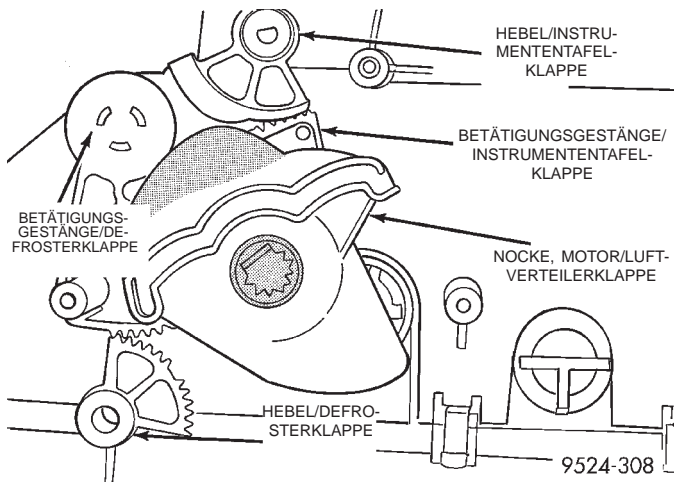
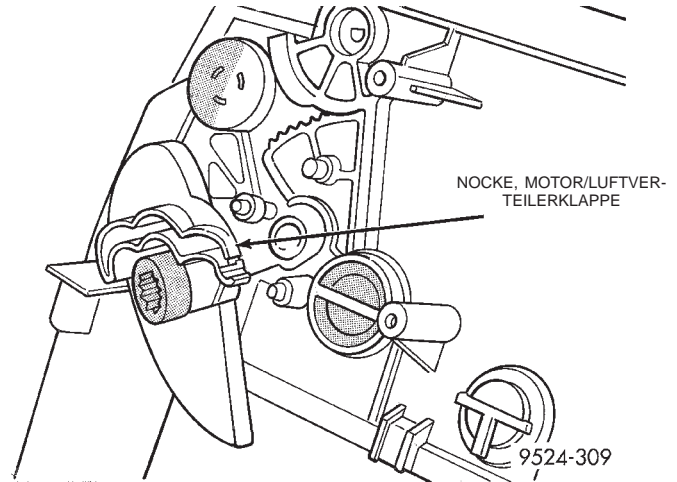

Abb. 101 Nocke des Motors der Luftverteilerklappe
Abb. 102 Nocke des Motors der Luftverteilerklappe abbauen
(30) Nocke des Motors der Luftverteilerklappe vom Gehäuse abbauen (Abb. 101) und (Abb. 102).
(31) Von der Öffnung der Instrumententafelklappe her mit einem langen, dünnen Schraubendreher die